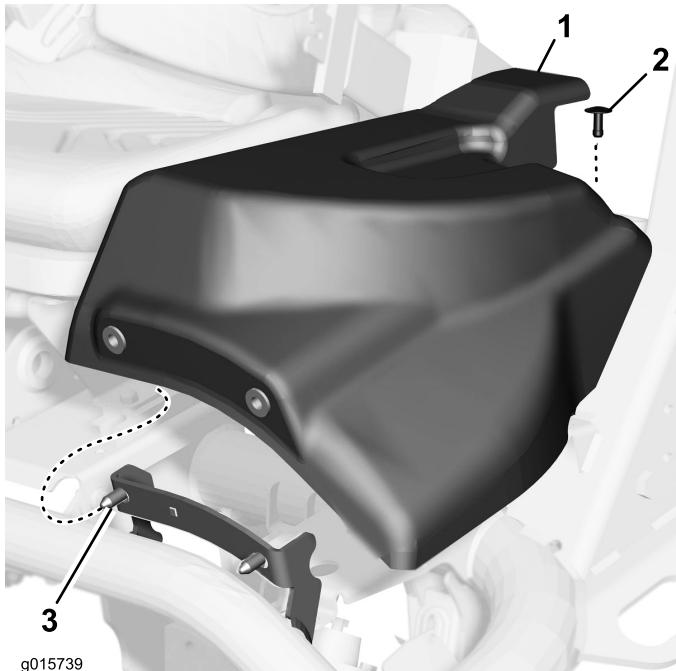

Figura 2
- Rimuovete la vite a taglio che fissa il coperchio a sinistra, quindi fate scorrere il coperchio in avanti, liberandolo dai perni (Figura 2).